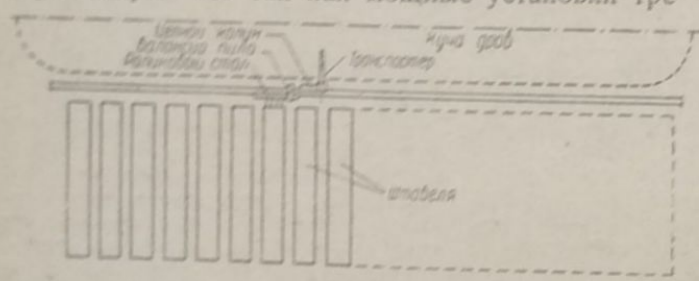

Рис. 1
Вдоль фронта штабелей (рис. 1) уложены два узкоколейные железнодорожные пути декабельного (т. е. переносного) типа. По этим путям передвигается установка, состоящая из 1) роликового стола, на который подается долготье из штабелей, 2) балансирующей пилы, 3) окорочного станка Эйнсильда — ЦНИИМЭ, 4) передвижного цепного транспортера, сбрасывающего готовый баланс в кучу.
2) станки монтируются на специальных тележках и могут передвигаться вдоль фронта штабелей по рельсовым путям (рис. 1).